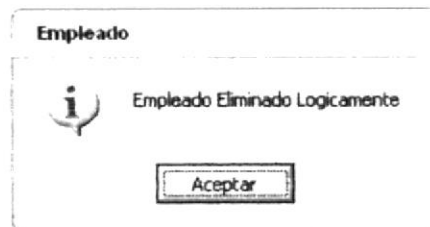

Figura 4.42 Mensaje de Eliminación de Empleado
3. Si se ha realizado la eliminación aparecerá el mensaje (Ver figura 4.42)